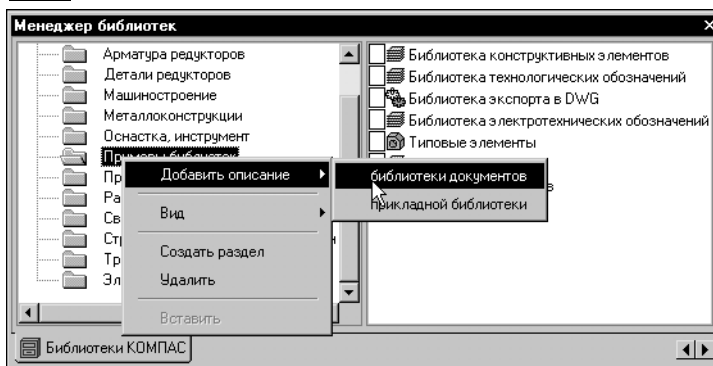

Рис. 65.22. Подключение библиотеки
- 1.3. Вызовите из контекстного меню команду **Добавить описание — библиотеки документов**. (рис. 65.22).